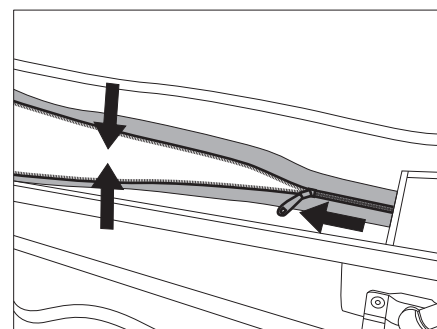

Figure 23 Soulager la fermeture éclair
- ▷ En fermant la fermeture éclair, tirer le toit relevable vers le bas afin que la fermeture ne soit pas sous tension (Figure 23).